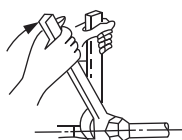

Fig.5-4
- Aperte com uma chave inglesa e uma chave de boca (consulte a Fig.5-4).
- Quando ligar os tubos do refrigerante, utilize sempre duas chaves inglesas/chaves de boca para apertar ou desapertar as porcas! (Consulte a Fig.5-4) Caso contrário, irá causar danos às ligações dos tubos e fugas.